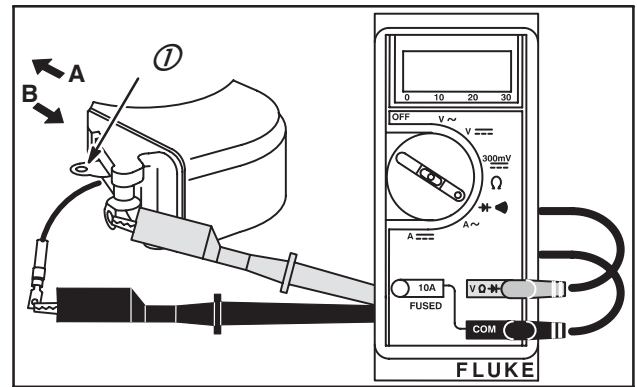

Fig. 12
4. Contrôler le contacteur comme indiqué en Fig. 12. Le levier en position RUN (A) ou STOP (frein) (B), IL NE DOIT PAS y avoir de continuité.
5. Placer le levier (1) en position START, le contrôleur DOIT indiquer une continuité.